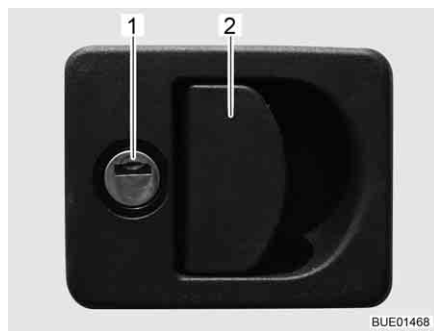

Fig. 62 Fechadura de alçapão com invólucro do manípulo
- Meta a chave no canhão da fechadura (Fig. 62,1), girando-a um quarto de volta. A fechadura de alçapão está destrancada.
- Puxe o manípulo da fechadura (Fig. 62,2). A porta de alçapão está aberta.